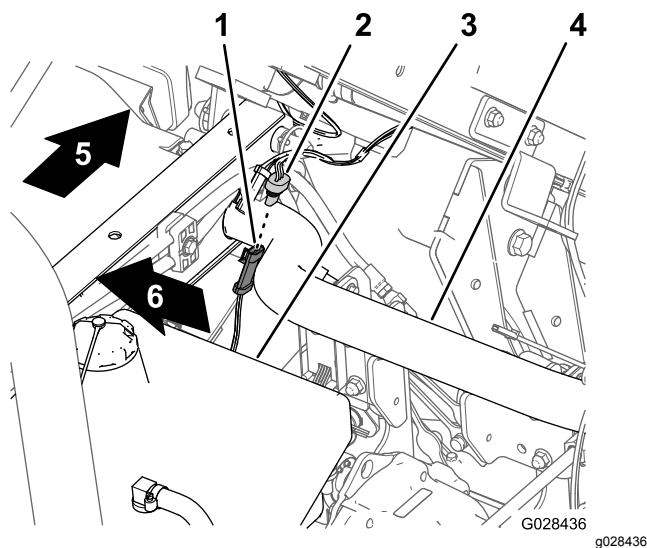

Figura 17
- 1. Na cablagem do pulverizador, localize o conector de três tomadas do circuito do sensor de velocidade (Figura 17).
- 2. Ligue o conector de 3 pinos da cablagem da máquina do sensor de velocidade ao conector de 3 tomadas da cablagem do pulverizador para o sensor de velocidade (Figura 17).